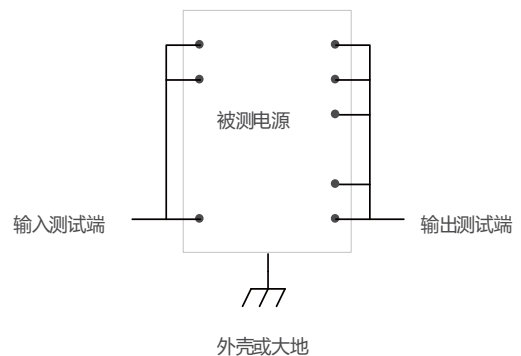

图12 抗电强度测试接线
1) 抗电强度测试前需要将电源输入所有引脚短接，输出所有引脚短接，再进行测量。否则可能损坏电源。参见图12。图中引脚仅为示意，不表示具体引脚数量。